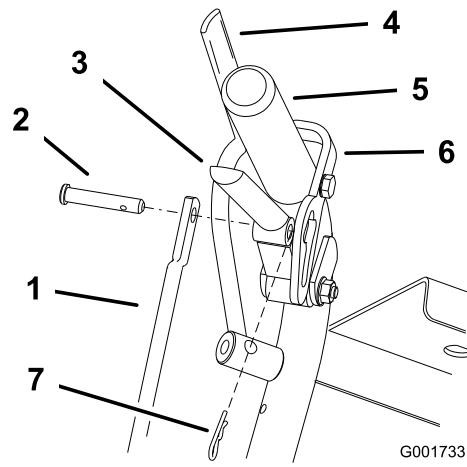

Figura 22
1. Retire los pasadores y los pasadores de seguridad de las palancas de avance y los cierres de bloqueo de punto muerto (Figura 22).
6. Instale el pasador de horquilla entre las palancas de avance y los cierres de bloqueo de punto muerto e intodúzcalo en los pasadores de seguridad (Figura 22).